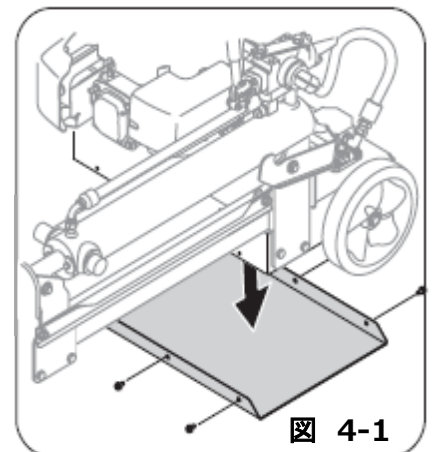

図 4-1
1. 図4-1のように平らな地面の上に置いてください。
4. フレームにベルトカバーを固定しているタッピングビスをはずし、ベルトカバーをはずします。(図4-1参照)